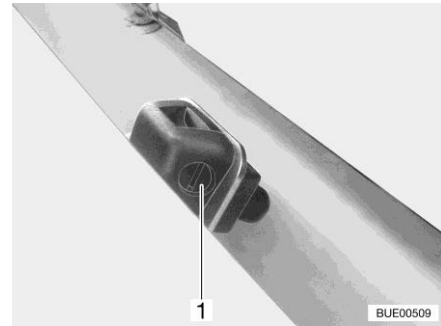

Fig. 51 Gicleurs lave-glace
- Avec un tournevis adéquat, tourner la vis de réglage (Fig. 51,1), jusqu'à obtenir la position souhaitée.